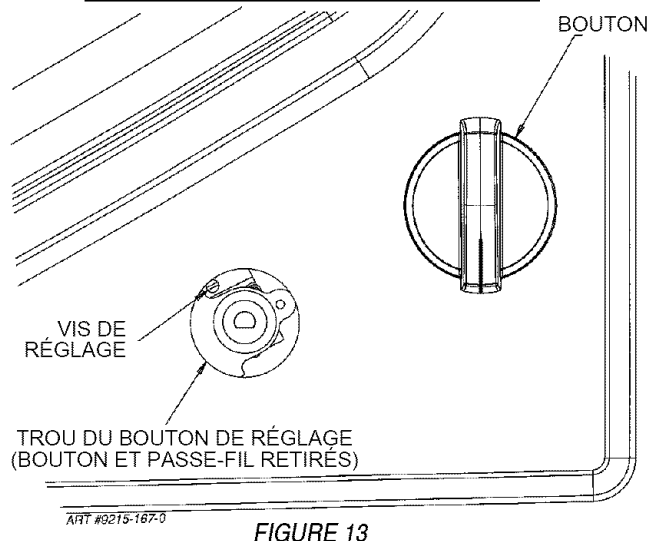

FIGURE 13
C. RÉGLAGE DE LA FLAMME À FEU DOUX (Voir la figure 13)
3. Repérer la vis de réglage du bouton de commande. Voir la figure 13.
4. Repérer la vis de réglage du bouton de commande. Voir la figure 13.